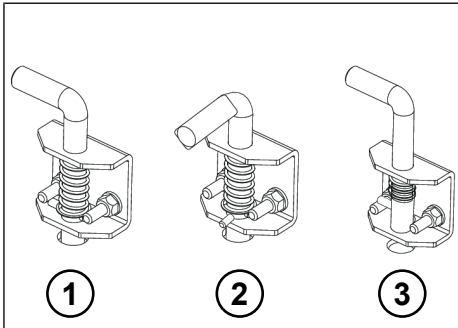

Abb. 8-67: Verriegelungspositionen Sicherungsbolzen
- ▶ Sicherungsbolzen am Querträger in Position 2 bringen (siehe "Abb. 8-67: Verriegelungspositionen Sicherungsbolzen", S. 167).
- ▶ Sicherungsbolzen in Position 1 bringen (siehe "Abb. 8-67: Verriegelungspositionen Sicherungsbolzen", S. 167).
- ▶ Sicherungsbolzen für die Rungen am Querträger in Position 2 bringen (siehe "Abb. 8-67: Verriegelungspositionen Sicherungsbolzen", S. 167).
- ▶ Sicherungsbolzen für die Rungen in Position 3 bringen (siehe "Abb. 8-67: Verriegelungspositionen Sicherungsbolzen", S. 167), so dass die Rungen bis zum Anschlag im Querträger sitzen.
- ▶ Sicherungsbolzen für die Rungen in Position 1 bringen (siehe "Abb. 8-67: Verriegelungspositionen Sicherungsbolzen", S. 167).
- ▶ Sicherungsbolzen für die Rungen in Position 3 bringen (siehe "Abb. 8-67: Verriegelungspositionen Sicherungsbolzen", S. 167).
- ▶ Beide Sicherungsbolzen am Querträger in Position 3 bringen (siehe "Abb. 8-67: Verriegelungspositionen Sicherungsbolzen", S. 167).